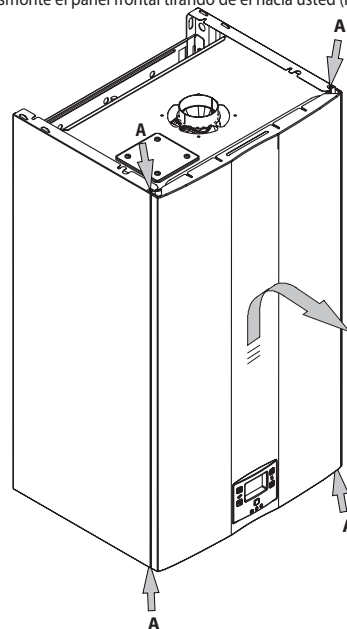

Figura 8.1
• Quite los tornillos **A**. Desmonte el panel frontal tirando de él hacia usted (Figura 8.1).